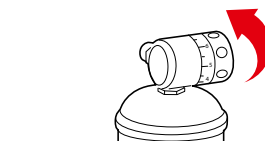

Fig. 6-14
29.45 - Ruotare la manopola di regolazione del riduttore di pressione, portandola da OFF a 5,5 Bar (0,55 MPa), vedi Fig. 6-14, in questa fase e in quelle successive **si raccomanda di tenere sempre la bombola verticale con la valvola rivolta verso l'alto**, attendere circa un minuto per fare defluire la pressione all'interno dell'apparecchio e controllare che non vi siano perdite utilizzando un comune cercafughe spray a base di soluzione saponaria. Nel caso si rilevassero delle piccole perdite di gas ruotare immediatamente la manopola di regolazione del riduttore di pressione sulla posizione OFF per chiudere il gas, vedi Fig. 2-14.